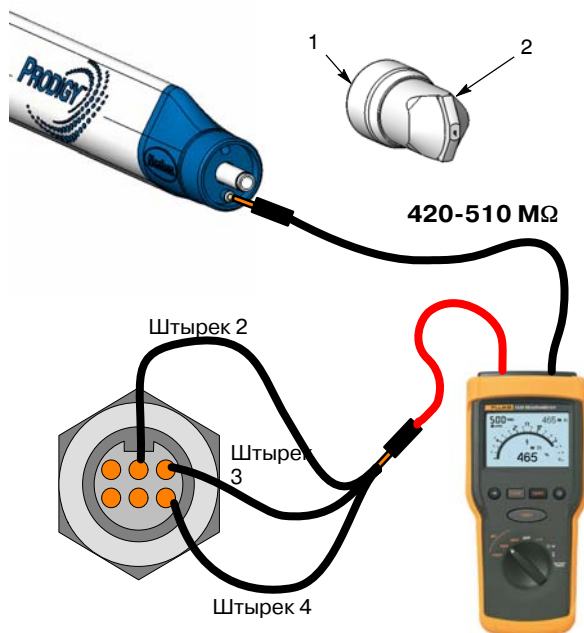

Рис. 14 Проверка умножителя/резистора
1. См. рис. 14. Отвернуть накидную гайку (1) и снять форсунку (2).